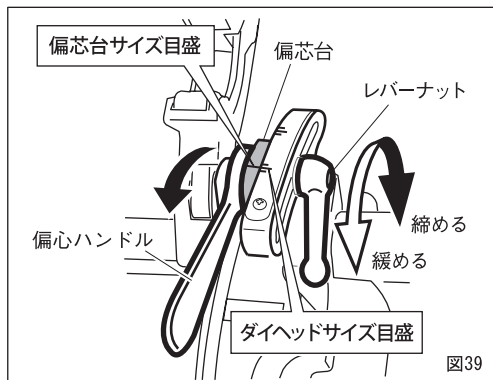
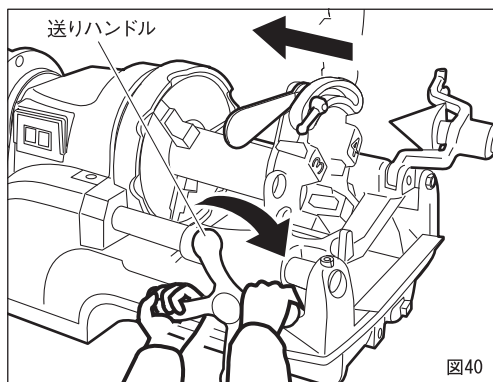

図39
図40
- ① ねじ切りのサイズ寸法を合わせるには偏心台の目盛りを、ダイヘッドのサイズ目盛りのねじ切り寸法に合わせて、レバーナットを締めて固定してください。(図39)
- ② スイッチを入れますとオイルはダイヘッドから自動的に注油されます。
- ③ 送りハンドルを右回り方向に動かしパイプにチェーザを押し付け食い付かせてください。ねじ山が3~4山切れればあとは自動的にねじが切れます。このマシンに使用されているシリースモータは、回転数が周波数に左右されず、負荷によって自動的に変化します。(図40)
- ④ ねじが規定の寸法まで切れましたら偏心ハンドルを徐々に矢印の方向に持ち上げてチェーザを開きねじを切り上げます。